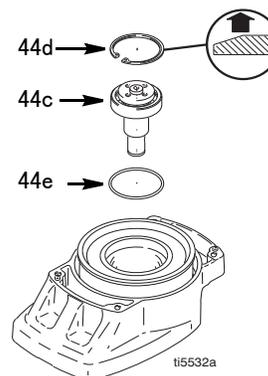

图 6
7. 图 6. 卸下锁紧环 (44d)。
6. 图 6. 装上 O 形圈 (44e)。